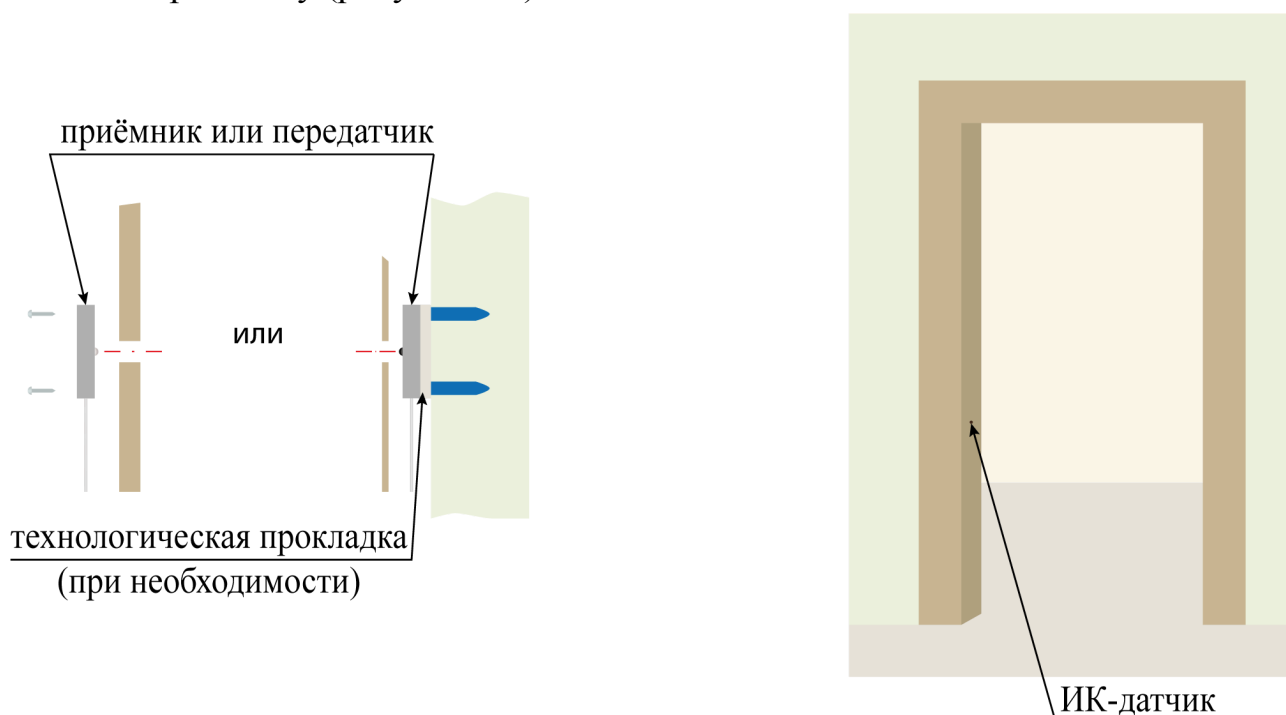

Рисунок 2.6
- 3) Закрепить приёмник и передатчик ИК-датчика на дверной коробке с помощью винтов самонарезающих, входящих в комплект. Допускается крепление приёмника и передатчика на стену точно напротив отверстий. Отверстия в таком случае рекомендуется просверлить Ø5 мм, что облегчит позиционирование приёмника и передатчика напротив друг друга. Не допускается поворачивание приёмника и передатчика вокруг своей оси более чем на 4° (соблюдение соосности приёмника и передатчика), так как это приведёт к некорректной работе ИК-датчика. Для обеспечения необходимой точности позиционирования допускается применять технологическую прокладку (рисунок 2.6).
- 4) Установить дверную коробку/декоративный элемент с установленным ИК-датчиком на место (рисунок 2.6).